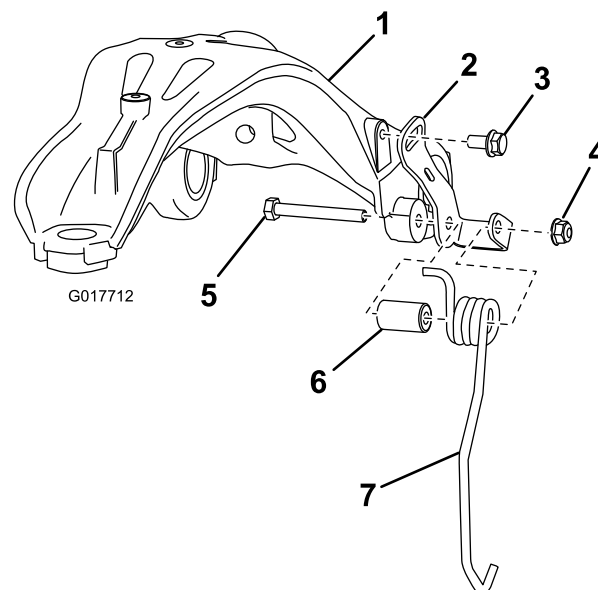

Figura 1
4. Instale os novos conjuntos de mola e fixação da mola do lado esquerdo e direito no braço de suspensão como se mostra em Figura 1.